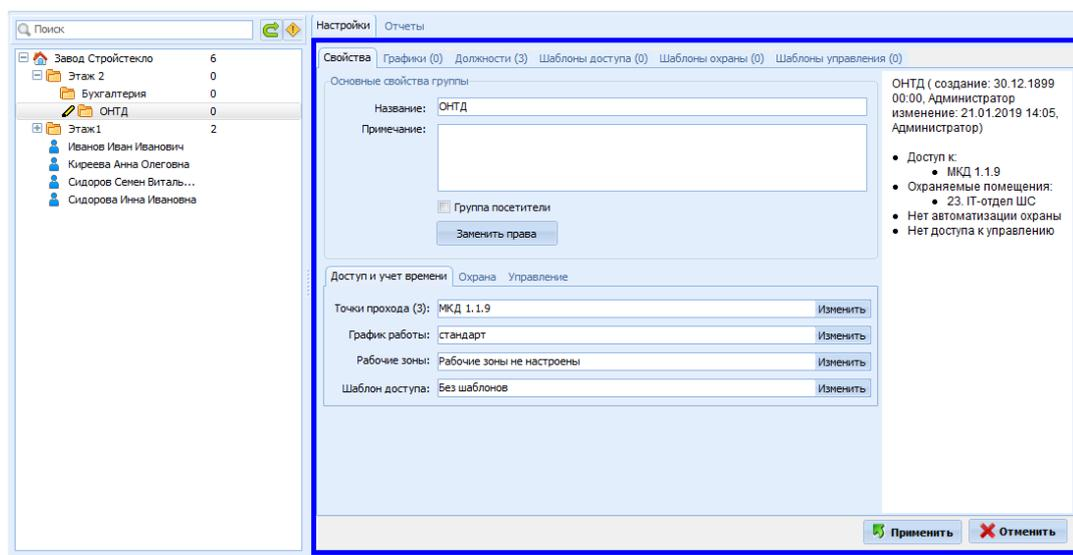

Рисунок 23.5 Закладка Свойства для выбранного объекта, Доступ и учет времени
1) С помощью щелчка мыши по названию объекта перейти на поле с характеристиками объекта, закладка **Свойства** (Рисунок 23.5). В течение всего времени редактирования поле свойств объекта выделяется синей рамкой.
3) Настроенные права объекта отображаются в виде списка в правом поле закладки **Свойства** (Рисунок 23.5). Чтобы сохранить сделанные настройки свойств объекта следует нажать кнопку  **Применить**. Причем, все настроенные свойства головного объекта будут справедливы и для всех его дочерних объектов. В случае, если настроенные свойства неверны, следует нажать кнопку  **Отменить**.
2) В открывшемся окне под закладкой **Свойства** изменить необходимые сведения (Рисунок 23.5) аналогично тому, как это сделано при редактировании свойств головного объекта См. 23.2.